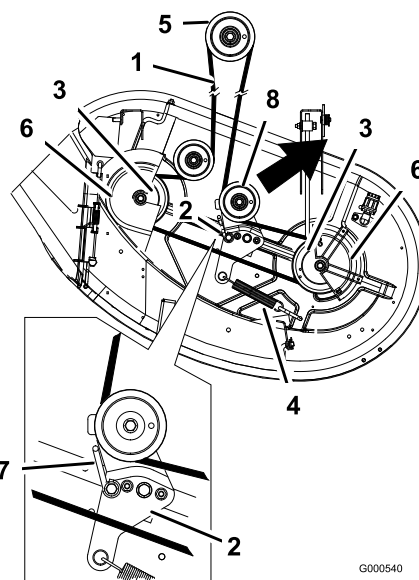

Figura 50
4. Togliete i paracinghia dai fuselli esterni ed allentate il guidacinghia (Figura 50).
5. Tirate la puleggia tendicinghia nel senso riportato nella Figura 50, e togliete la cinghia dalle pulegge.
6. Montate la nuova cinghia attorno alla puleggia del motore ed a quelle del tosaerba (Figura 50).
7. Tirate la puleggia tendicinghia nel senso riportato nella Figura 50, e montatela sulla puleggia tendicinghia (Figura 50).
8. Fare girare il guidacinghia, sul braccio di rinvio, verso la puleggia finché non si ferma (Figura 50).
9. Serrate il guidacinghia (Figura 50).